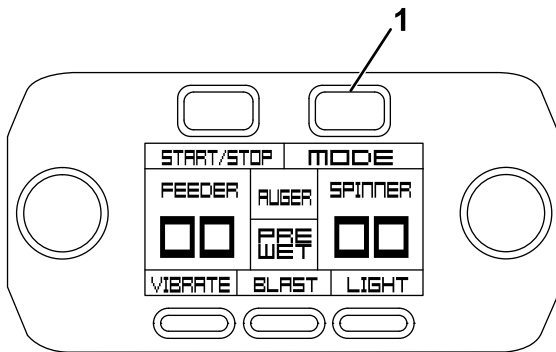

Figura 40
1. Para activar el sistema de prehumectación, pulse el botón Mode (modo) del controlador (Figura 40).